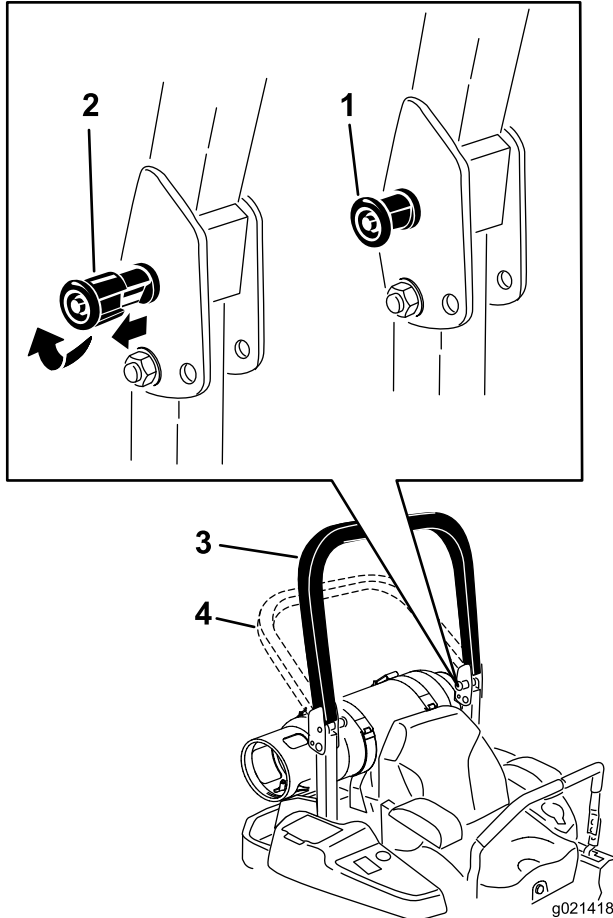

Figure 9
2. Tirez sur les deux boutons et tournez-les à 90° pour les désengager (Figure 9).
3. Faites pivoter l'arceau de sécurité à la position abaissée (Figure 9).
4. Pour relever l'arceau de sécurité à la position d'utilisation, tournez les boutons de sorte à les déplacer partiellement dans les rainures (Figure 9).
5. Redressez l'arceau de sécurité en position relevée tout en poussant dessus; les goupilles s'engagent en position quand les trous sont en face (Figure 9). Appuyez sur l'arceau de sécurité et vérifiez que les deux goupilles sont engagées.